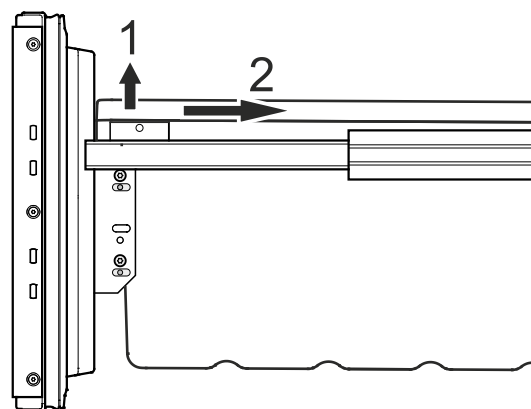

Figura 24
- Desenclave el recipiente por el canto izquierdo y derecho tirándolo hacia arriba (1) - **Figura 24.**
- Deslice el recipiente hacia atrás (2) - **Figura 24.**